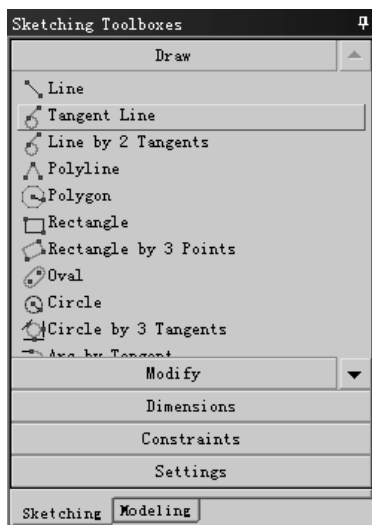

图 3.1.8 “Sketching Toolboxes”对话框
- ◆ 打开 **Sketching** 选项卡，弹出图 3.1.8 所示的“Sketching Toolboxes”对话框，使用该对话框可以进行二维草图的绘制、修改、尺寸标注、约束的添加及草绘环境的设置等，关于二维草绘内容将在 4.2 节中具体介绍。